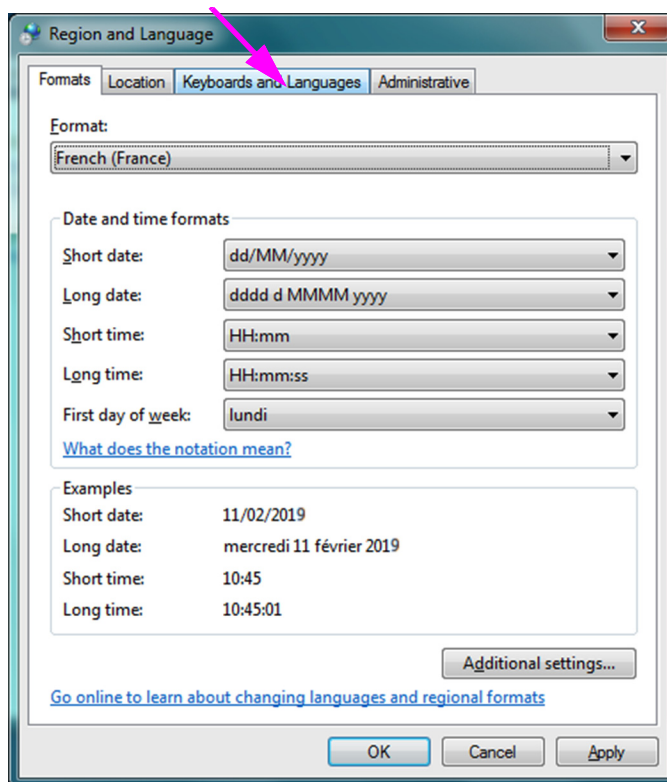

图 C-7. Region and Language（区域和语言）下拉窗口
1. 在 Region and Language（区域和语言）屏幕上，单击 **Keyboards and Languages（键盘和语言）** 选项卡（请参见图 C-7）。